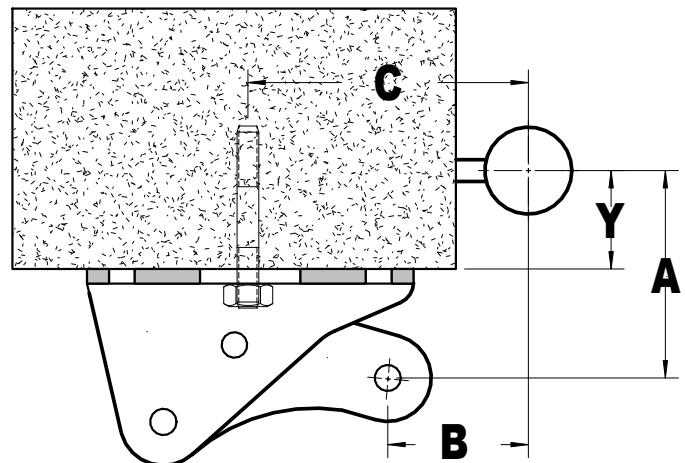

FIGURE 2
- 1.2 Préposer l'attache arrière sur le pilier ( Figure 2 ), de façon que l'axe du trou oblong ( Cote C ), ainsi que les cotes A et B, se situent en conformité des diverses cotes des opérateurs, mentionnées sur le tableau ci-dessous :